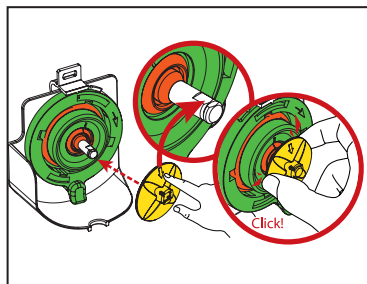

Fig.3
2. Înlocuiți placa de montare de pe motorul și arborele amestecătorului. Asigurați-vă că aliniați săgeata de pe tel cu suprafața plată a arborelui. Apăsăți telul pe arbore până când se fixează pe poziție, producând un clic. (Vezi Fig.3)